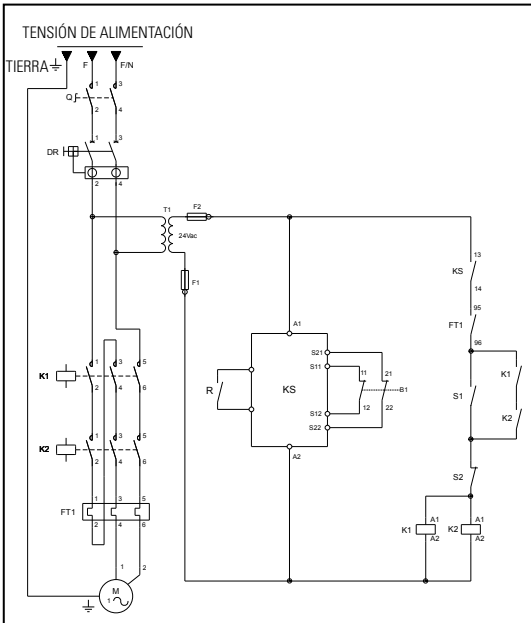

FIGURA 8.1- ESQUEMA DE CONEXIÓN ELÉCTRICA MONOFÁSICA
- Para Protección y Garantía del motor eléctrico, es necesario seguir la orientación de la Figura 8.1/8.2. La inobservancia podrá causar el quemado del motor y la pérdida de la Garantía.